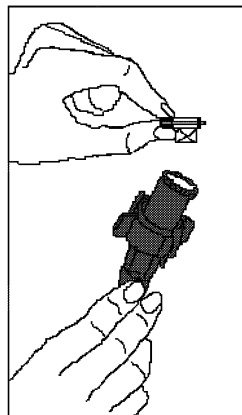

Fig.11
- Nettoyez le filtre du tuyau d'arrivée d'eau coté robinet en le retirant manuellement avec le joint (Fig. 11).